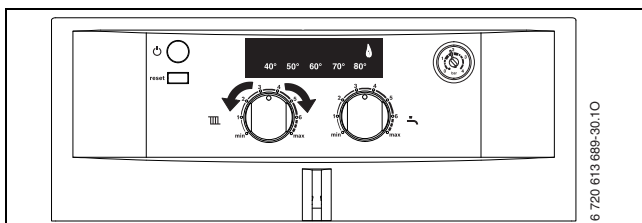

Рис. 30
- ▶ Отвернуть уплотнительный винт измерительного штуцера давления перед форсунками (1) (→ стр. 24) и подсоединить U-образный манометр.
- ▶ Установить регулятор температуры горячей воды  в среднее положение (→ рис. 30).